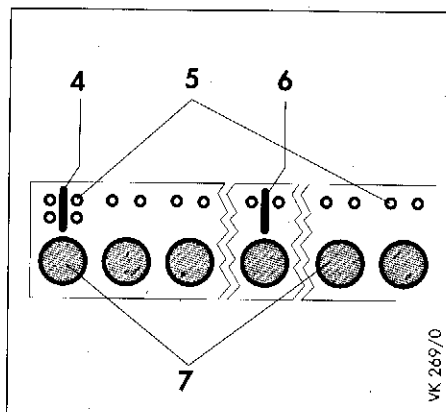

Рис. 5.9 Схема укладки керамических стержней
- Уложить керамические стержни (5) точно следуя схеме укладки на рис. 5.9!
- 4 Схему укладки керамических стержней см. рис. 5.9 на стр. 15.